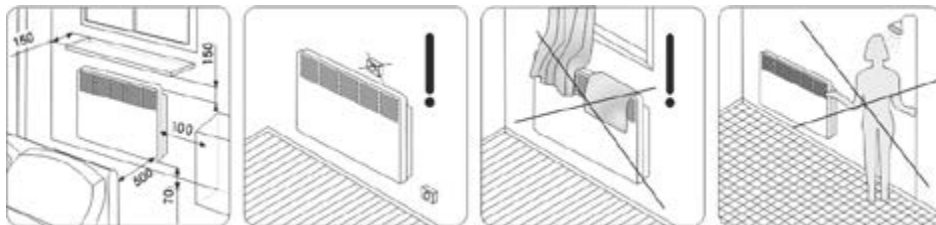

Рис. 2
2. Установить высоту от пола до нижней части конвектора не менее 120 мм (см.рис. 2).